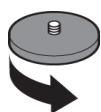

Fig.43
- 2- Rimuovere manualmente i filtri laterali, centrali o svitando la ghiera situata sopra al filtro. (Fig.43)